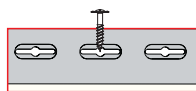

Рисунок 2.1
- 6.4** В фасадных панелях саморезы необходимо вкручивать точно в середину специальных овальных отверстий (Рис. 2.1). На панели также присутствуют оцентровочные отверстия (Рис. 2.2; 2.3), в них фиксировать саморезы не нужно. При монтаже доборных элементов горизонтально саморезы нужно вкручивать в середину специальных перфорированных отверстий (Рис. 3).